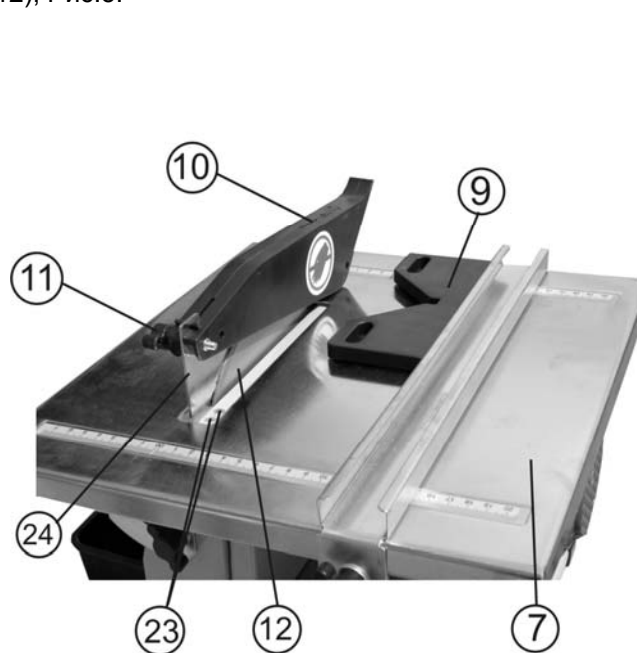

Рис. 5
9.6. На рабочем столе (7) установите и двумя винтами крепления (23) закрепите расклинователь (24), Рис.5.
9.7. На расклинователе (24) установите и винтом крепления (11) с гайкой закрепите верхний защитный кожух (10). При правильной установке защитный кожух (10) должен свободно перемещаться в вертикальном положении. В исходном положении защитный кожух (10) должен опираться на рабочий стол (7) и никогда не касаться отрезного диска (12), Рис.5.
12.2. Используйте отрезные диски, где толщина режущей части равна толщине расклинователя (24), Рис.5.